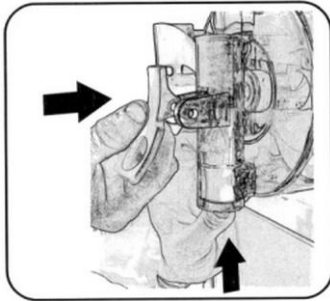

Fig. 41
5. Sujete el pasador del grifo hacia arriba hasta que pueda ver el orificio cuadrado en el que debe introducirse la palanca (Fig. 41).